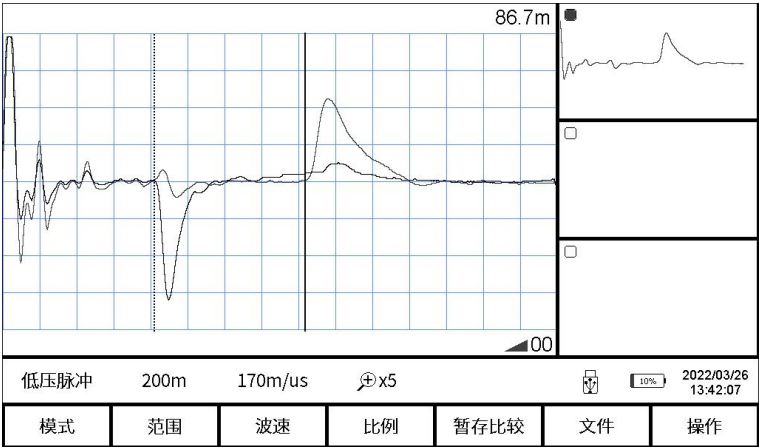

图 4-3-3 相对距离测量
- 一将另一个光标移动到全长反射波形处；距离值即为相对距离，见图 4-3-3。